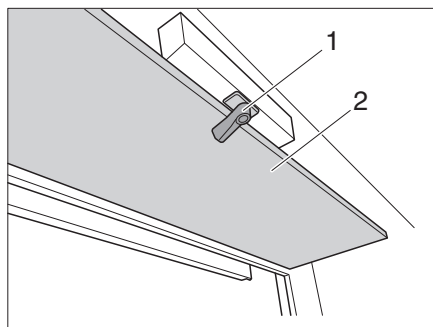

Fig. 154 Sportello per manovella
- Sbloccare il bloccaggio (Fig. 154,1) e ribaltare lo sportello (Fig. 154,2) verso il basso.